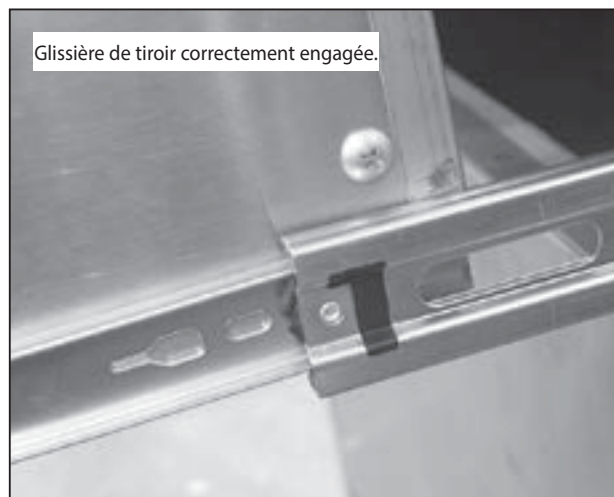

Fig. 61
2. Tout en maintenant le tiroir parallèle à l'élément, aligner et engager soigneusement les extrémités des glissières. Faire sortir le tiroir sur environ 2,5 cm (1 pouce) de manière à ce que les glissières supportent l'arrière du tiroir (Fig. 61).